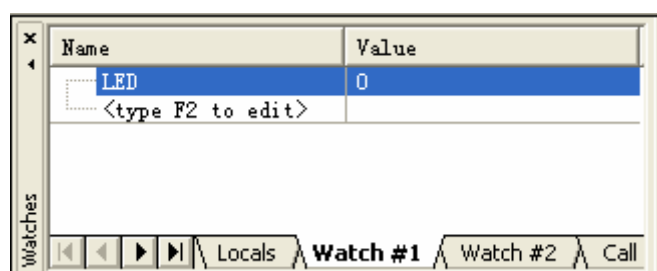

图 4-11
5. 用  进行调试，观察当黄色的光标执行到“LED=0;”的时候，在实验板中引起的变化。如图 4-11。